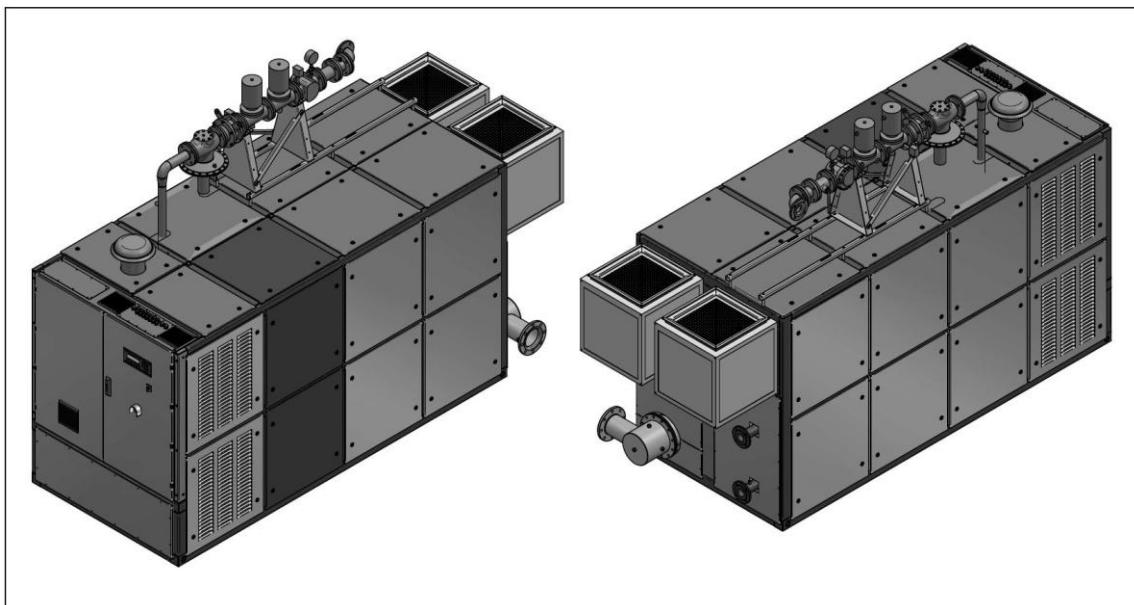

Рис. 15 Монтаж элементов шумопоглощающего кожуха (тёмные элементы, показанные с изоляцией для горячей зоны)
- Вновь закрепить отдельно поставляемые элементы шумопоглощающего кожуха и снятые элементы крышки (Рис. 15) на опорной раме (быстроразъемные соединения для квадратного ключа).